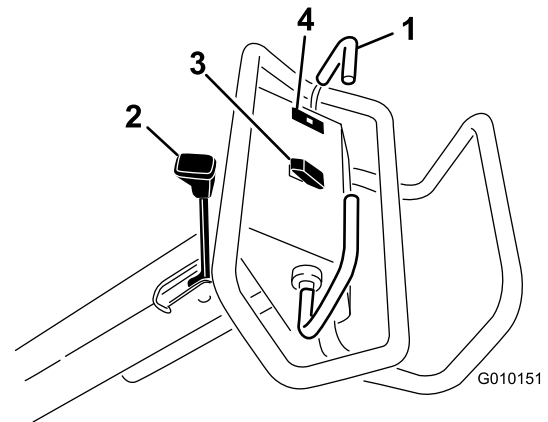

Figura 11
Para avançar, empurre a pega de tração para a frente. Para andar para trás, empurre a pega de tração para trás (Figura 11).
- Para engatar o travão de mão, desloque a alavanca do travão no sentido da pega do operador (Figura 11).
A luz de aviso da pressão do óleo (Figura 11) acende-se quando a pressão do óleo está abaixo de um nível seguro. Se esta situação se verificar, desligue o motor e descubra qual a causa do sucedido. Efetue as reparações necessárias antes de ligar novamente o motor.
Subida – pressione a parte superior do interruptor (Figura 11) para fazer subir a cabeça de perfuração e desengatar a cabeça de perfuração. O motor deve estar a funcionar para gerar pressão de elevação. Se a cabeça de perfuração estiver abaixo da altura de transporte, consulte Reposição do circuito de controlo do sistema (página 25).
Descida/ativação – pressione a parte inferior do interruptor (Figura 11) para fazer descer e ativar a cabeça de perfuração. A pega de tração deve estar na posição mais para a frente para ativar o interruptor.